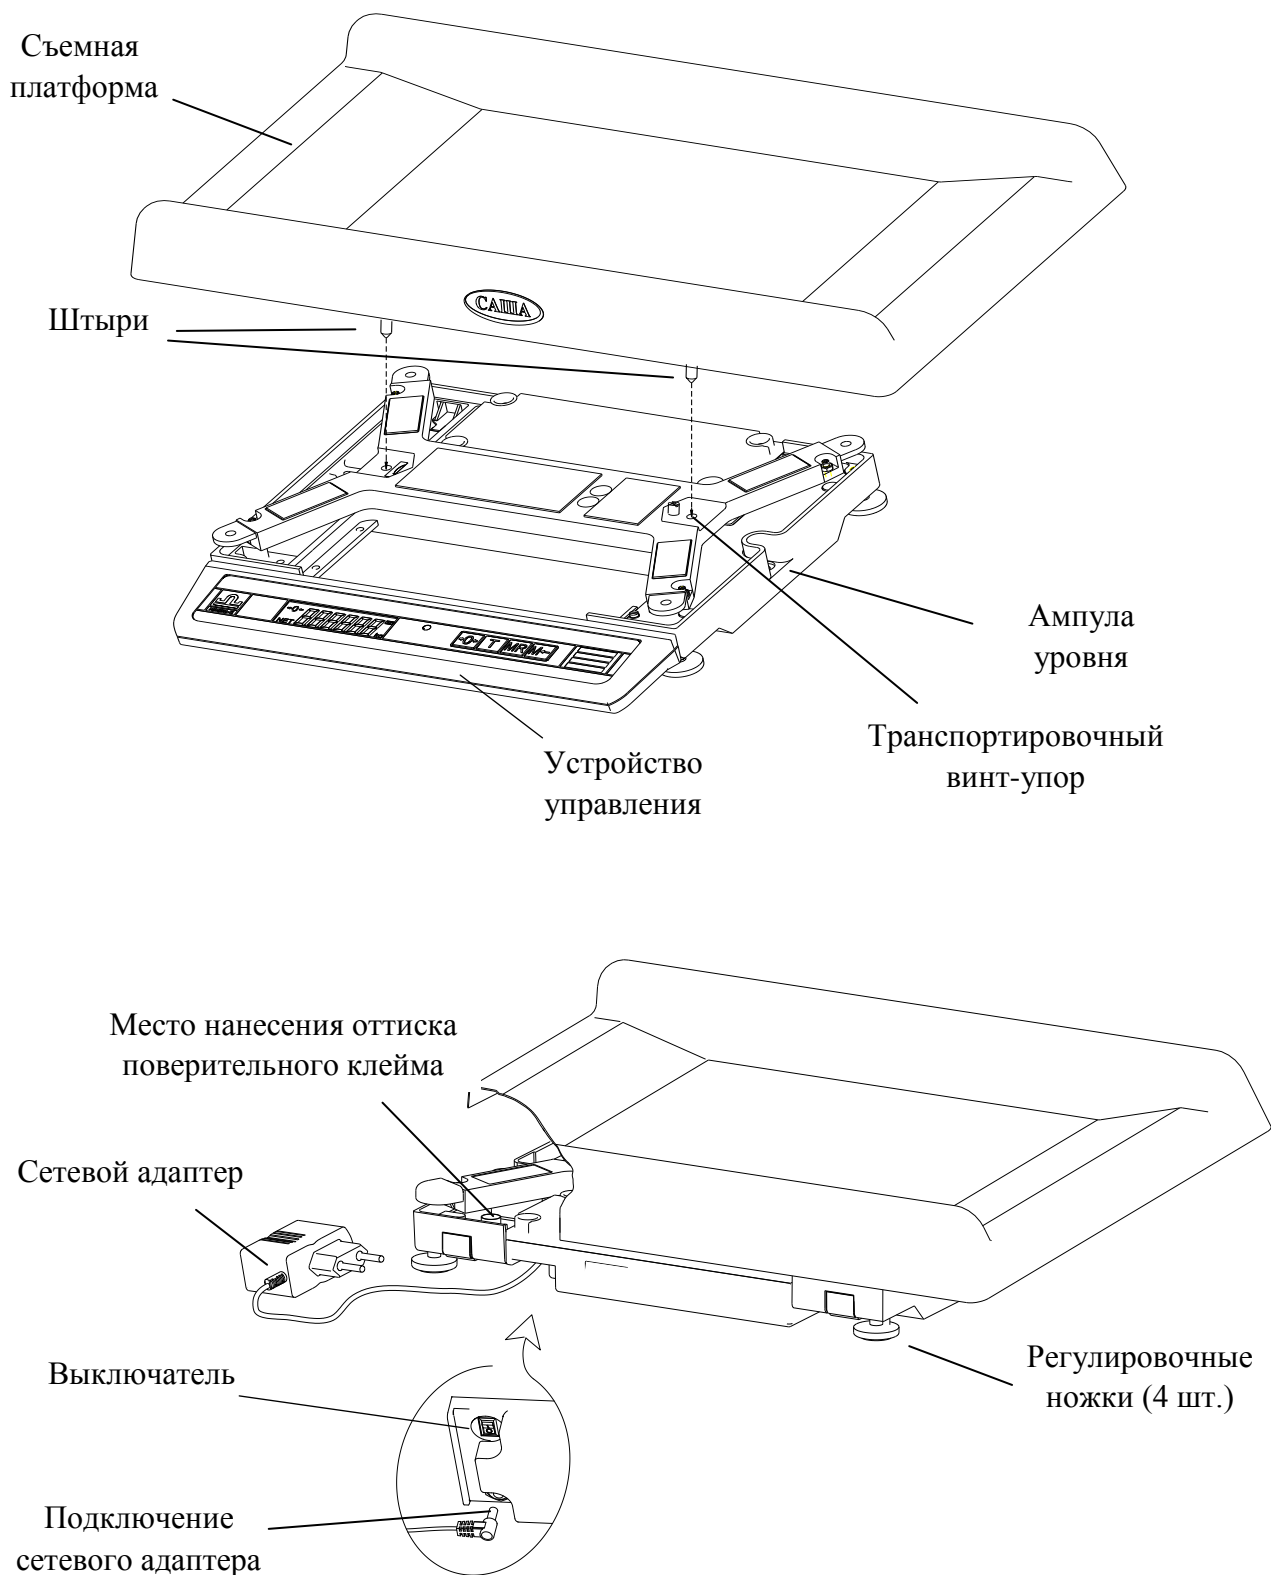

Рис. 5.1- Весы В1-15.3К
6.2 Вывернуть транспортировочный винт-упор, вращая его только против часовой стрелки (Рис. 5.1).
6.5 Установить на весы съемную платформу (направление установки показано пунктирными линиями на Рис. 5.1). Слегка надавить сверху на платформу, обеспечив ее сцепление с весами. Перед включением весы должны быть ненагружены, а платформа не должна касаться посторонних предметов.